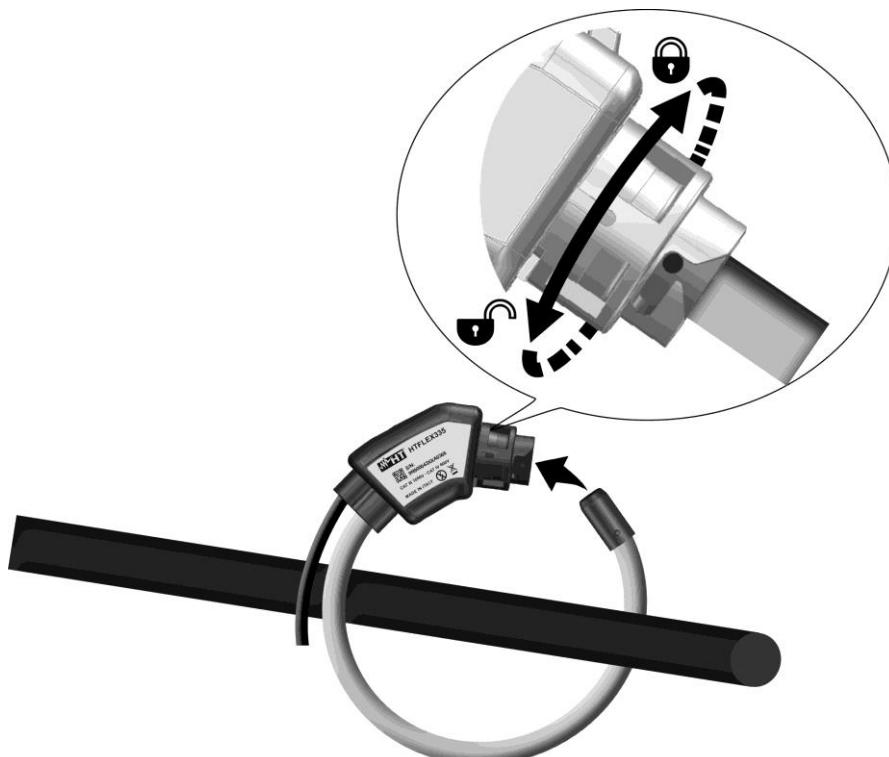

Fig. 3: Collegamento della pinza flessibile sul conduttore
2. Fissare la chiusura ruotando in senso orario la ghiera come indicato nella Fig. 3